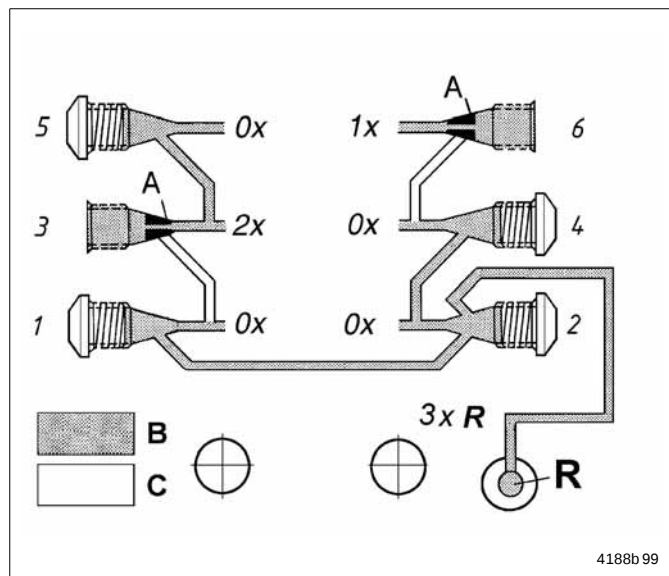

Abb. 1-4 Interne Rückführung von Schmierstoff
- Im QLS mit **hinten angebaute Verteiler** besteht die Möglichkeit, nicht benötigte Schmierstoffmengen vom Verteiler **intern** in den Behälter zurückzuführen (R, Abb. 1-4).
Wie in Abb. 1-4 dargestellt, fließen die Mengen der Auslässe 1, 2 und 4 (3xR) in den Behälter zurück.